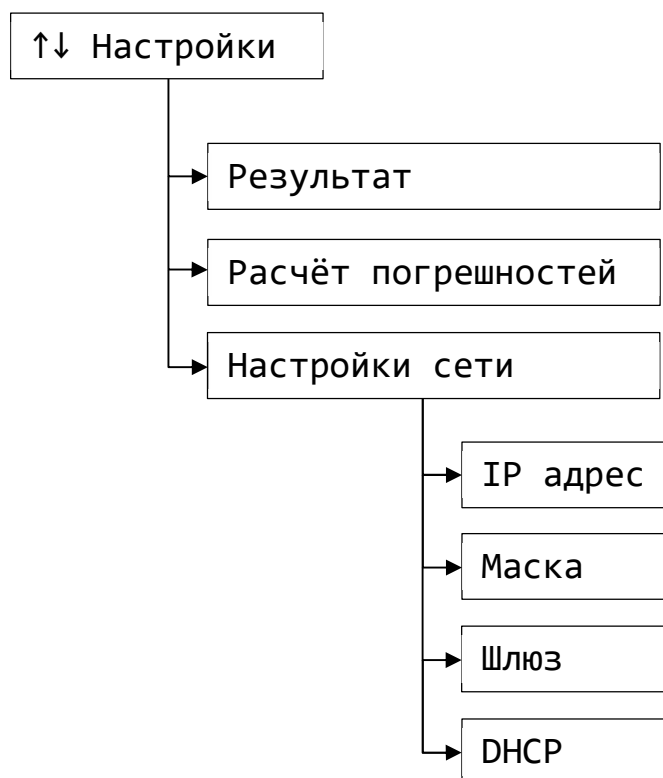

Рисунок 20 – Структура меню
2.8.23 Меню представляет собой древовидную структуру (рисунок 20).